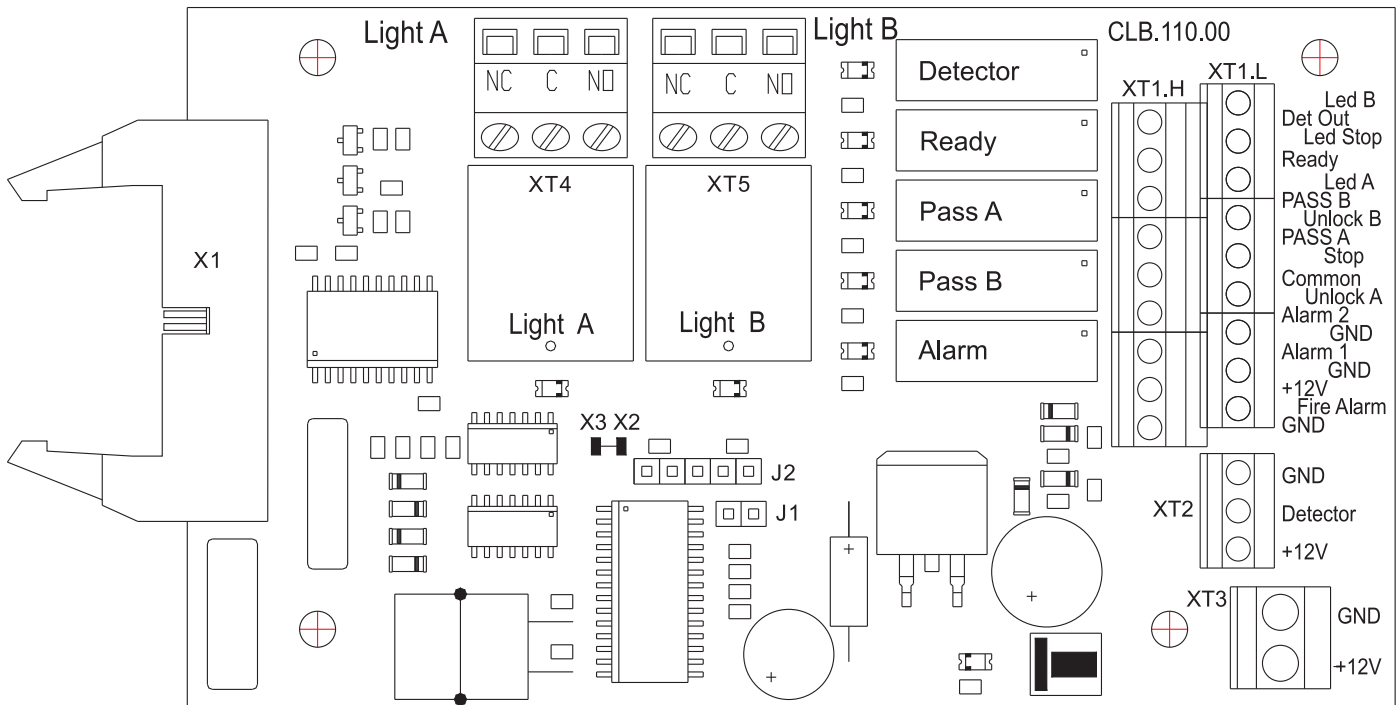
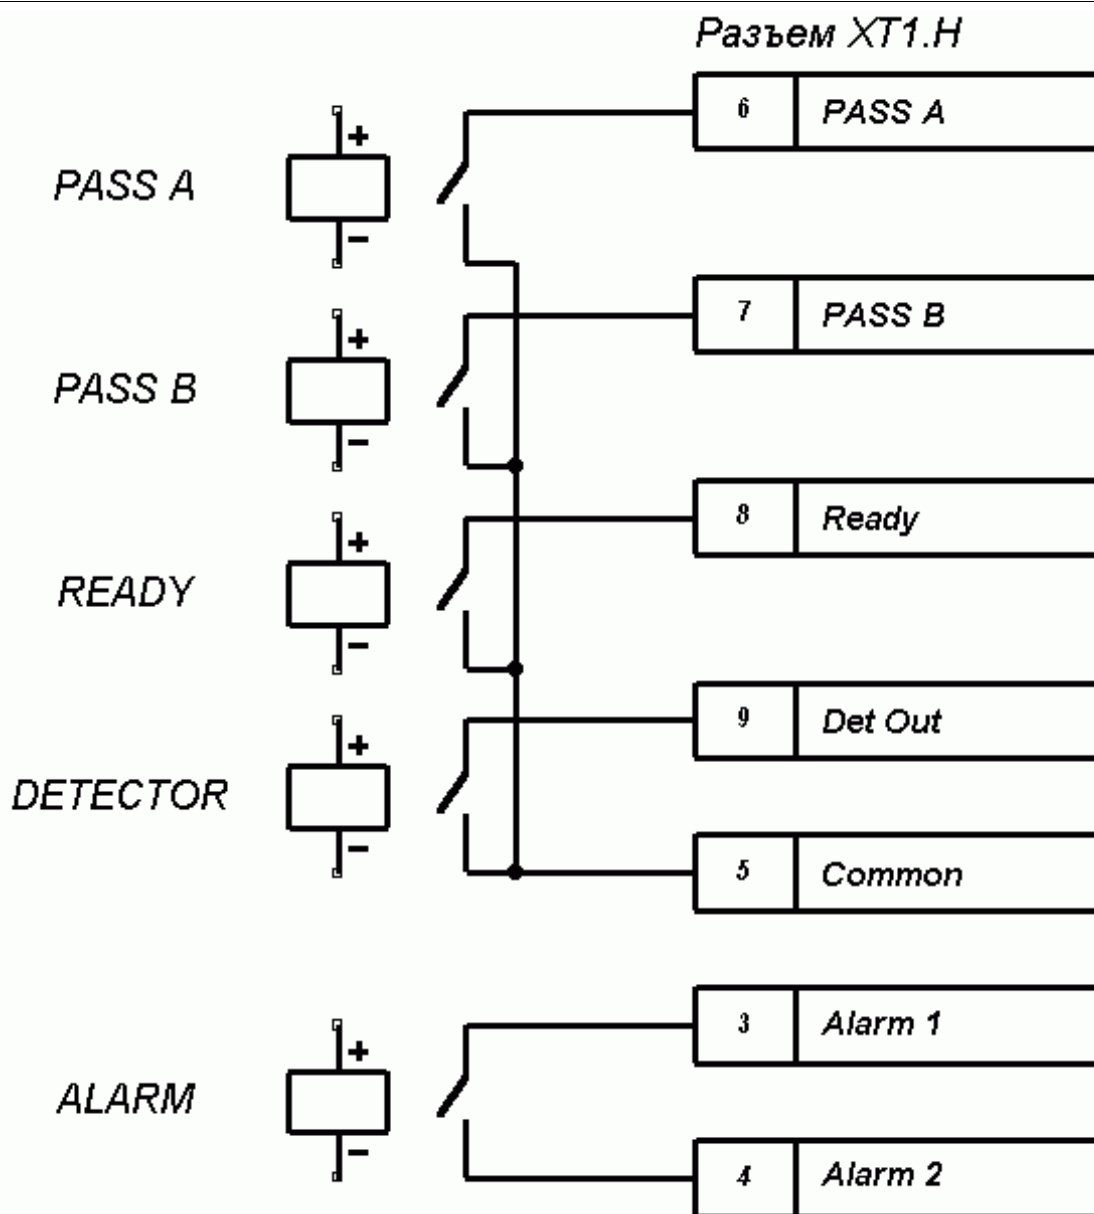

Рисунок 2 - Внешний вид платы CLB
Рисунок 6 – Выходные каскады для PASS A, PASS B, Ready, Det Out и Alarm
Изменить ориентацию пульта управления относительно установки турникета (если по месту установки турникет обращен к оператору не лицевой, а тыльной стороной) можно, поменяв местами провода от пульта управления, подключаемые на контакты Unlock A и Unlock B, а так же Led A и Led B соответственно (см. рис. 2 и 3).
6.2.5 На плате CLB (см. рисунок 2) расположены:
загоранию/гашению красных индикаторов, которые установлены вблизи указанных реле (см. рисунок 2). Выходные каскады для PASS A, PASS B, Ready, Det Out и Alarm — контакты реле (см. рисунок 6) со следующими характеристиками сигналов: